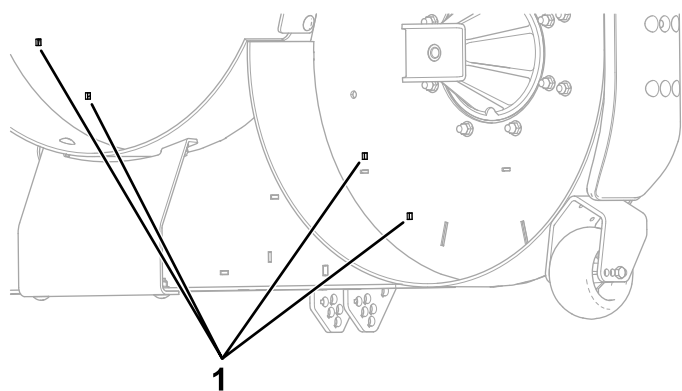

Рисунок 5
1. Удалите 4 заглушки с деки газонокосилки (Рисунок 5).